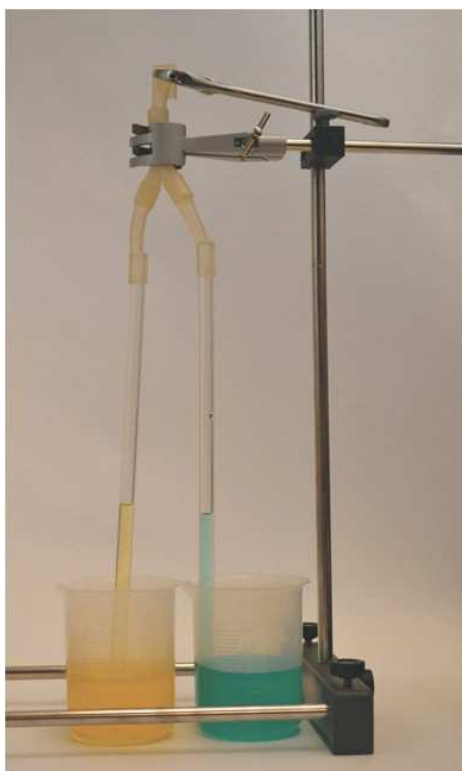

Figura 9-1
4. Doble el tubo superior y apriételo con una abrazadera para que no penetre más aire en el aparato de Hare. Después de completar estos pasos, el aparato de Hare debe verse como en la figura 9-1.